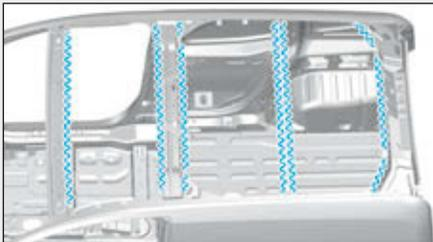

FIG. 127
- Appliquer un produit de calage indice "A1" (Fig.127).